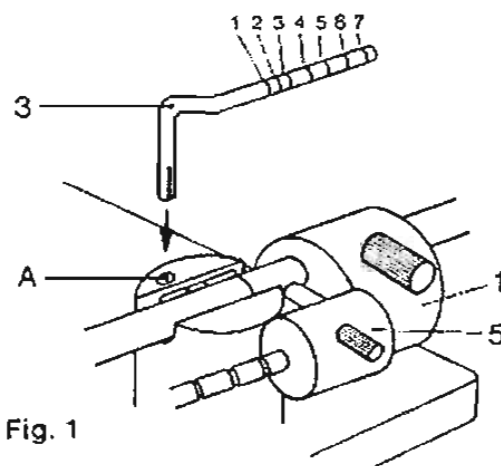
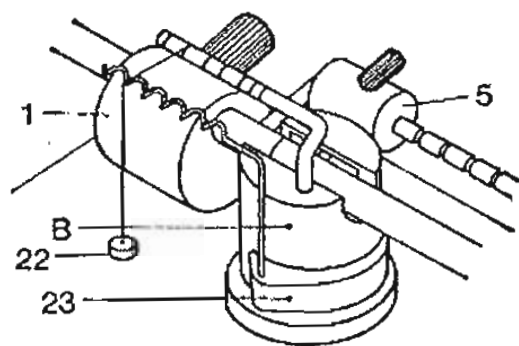

Fig. 1
Fig. 2
- 1 varilla acodada (3)
- 1 pieza con anillo semicircular en plástico (23)
- 1 peso de 1 gr. (22)
- 1 peso de 4 gr. (22)
Los croquis de la fig. 1 y 2 muestran claramente la colocación de dichas piezas. La varilla acodada (3), se introduce a presión en el orificio que se percibe en lo alto de pivote del brazo. La otra pieza (23), se acopla al cuerpo del pivote del brazo, procurando que el pequeño tetón del anillo, encaje en el orificio dispuesto en el pivote.
Sugerimos estudien los grabados de la fig. 1 y fig. 2, que muestran detalladamente la forma de instalar todo el dispositivo «anti-skating».